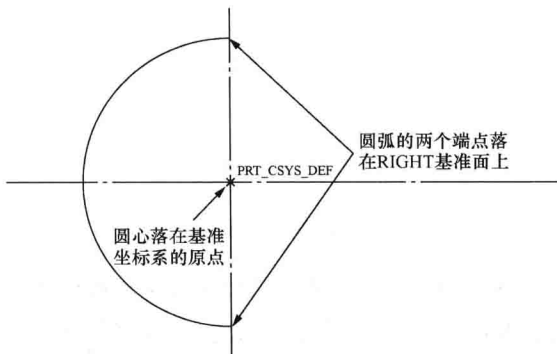

图 1-15 绘制圆弧
2) 单击草绘工具栏中  右侧的“下拉”按钮 ，弹出圆弧绘制工具条 ，选择“圆心和端点”工具按钮  绘制圆弧，如图 1-15 所示，其中，圆弧的两个端点落在 RIGHT 基准面上，圆心则落在基准坐标系 PRT_CSYS_DEF 上。